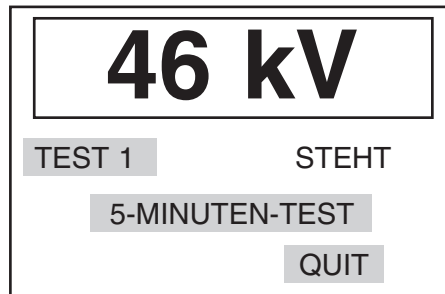
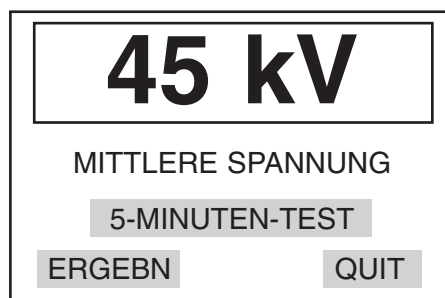
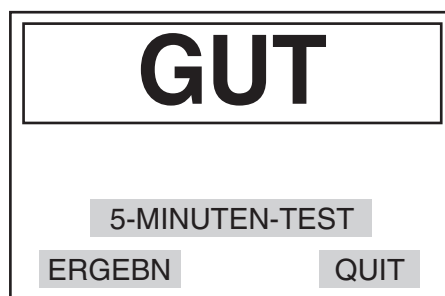

Abbildung 8 Bildschirm: Zwischenstehzeit
Abbildung 9 Bildschirm: Mittlere Durchschlagsspannung
Abbildung 10 Bildschirm: 'PASS'-Bildschirm
4. Nach Beendigung des Rührvorgangs tritt das Prüfgerät in die Zwischenstehzeitphase ein, bei der die Ölprobe 30 Sekunden lang in Ruhe stehen gelassen wird. Auf dem Display erscheint wiederum die noch verbleibende Stehzeit im Wechsel mit den Worten 'STEHT'; die Durchschlagsspannung erscheint auch weiterhin auf dem Display. Der Bildschirm ist der Darstellung in Abbildung 8 ähnlich.
5. Nach Beendigung von Schritt (4) beginnt die Prüfspannung wieder wie im oben beschriebenen Schritt (2) anzusteigen, diesmal für 'TEST 2', und der Prüfzyklus wiederholt sich.
6. Die Schritte (3), (4) und (5) werden wiederholt, so daß die Prüfspannung ein drittes Mal wieder angelegt wird. Nach Abschalten der Prüfspannung beim dritten Test erscheint auf dem Display die aus den drei Tests in der Prüfreihe ermittelte durchschnittliche Durchschlagsspannung. Der Bildschirm ist der Darstellung in Abbildung 9 bzw. Abbildung 10, wenn die Option 'PASS/FAIL' ('OK/NICHT OK') gewählt wurde, ähnlich.
4. Nach Beendigung des Rührvorgangs tritt das Prüfgerät in die Zwischenstehzeitphase ein, bei der die Ölprobe 1 Minute lang in Ruhe stehen gelassen wird. Auf dem Display erscheint wiederum die noch verbleibende Stehzeit im Wechsel mit den Worten 'STEHT'; die Durchschlagspannung erscheint auch weiterhin auf dem Display. Der Bildschirm ist der Darstellung in Abbildung 8 ähnlich.
5. Dann beginnt die Prüfspannung wieder wie im oben beschriebenen Schritt (2) anzusteigen, diesmal für 'TEST 2', und der Prüfzyklus wiederholt sich.
6. Bei diesen technischen Spezifikationen müssen 6 aufeinanderfolgende Tests durchlaufen werden. Nach Abschalten der Prüfspannung beim letzten Test erscheint auf dem Display die aus den 6 Tests in der Prüfreihe ermittelte durchschnittliche Durchschlagspannung. Der Bildschirm ist der Darstellung in Abbildung 9 bzw. Abbildung 10, wenn die Option 'PASS/FAIL' ('OK/NICHT OK') gewählt wurde, ähnlich. Die Prüfung nach BS 148 umfaßt auch den empfohlenen 'PASS'-Grenzwert und zeigt an, ob die Ölprobe den Test mit OK oder NICHT OK bestanden hat. Gleichzeitig wird auch die mittlere Durchschlagspannung angezeigt.
3. Bei Auftreten eines Durchschlags (oder Erreichen der Höchstspannung) wird die Prüfspannung abgeschaltet; die 'kV' Warnanzeige erlischt, und das Prüfgerät tritt in die Zwischenstezeitphase ein, bei der die Ölprobe 1 Minute lang in Ruhe stehen gelassen wird. Eine Rührzeit gibt es nicht. Der Bildschirm ist der Darstellung in Abbildung 8 ähnlich.
4. Nach Beendigung der Zwischenstezeit beginnt die Prüfspannung wieder wie im oben beschriebenen Schritt (2) anzusteigen, diesmal für 'TEST 2', und der Prüfzyklus wiederholt sich.
5. Bei dieser technischen Spezifikation müssen 5 aufeinanderfolgende Tests durchlaufen werden. Nach Abschalen der Prüfspannung beim letzten Test erscheint auf dem Display die aus den 5 Tests in der Prüfreihe ermittelte durchschnittliche Durchschlagsspannung. Der Bildschirm ist der Darstellung in Abbildung 9 bzw. Abbildung 10, wenn die Option 'PASS/FAIL' ('OK/NICHT OK') gewählt wurde, ähnlich.
3. Bei Auftreten eines Durchschlags (oder Erreichen der Höchstspannung) wird die Prüfspannung abgeschaltet; die 'kV' Warnanzeige erlischt, und das Prüfgerät tritt in die Zwischenstehzeitphase ein, bei der die Ölprobe 1 Minute lang in Ruhe stehen gelassen wird. Der Bildschirm ist der Darstellung in Abbildung 8 ähnlich.
4. Dann beginnt die Prüfspannung wieder wie im oben beschriebenen Schritt (2) anzusteigen, diesmal für 'TEST 2', und der Prüfzyklus wiederholt sich.
5. Bei dieser technischen Spezifikation müssen 5 aufeinanderfolgende Tests durchlaufen werden. Nach Abschalten der Prüfspannung beim letzten Test erscheint auf dem Display die aus den 5 Tests in der Prüfreihe ermittelte durchschnittliche Durchschlagsspannung. Der Bildschirm ist der Darstellung in Abbildung 9 bzw. Abbildung 10, wenn die Option 'PASS/FAIL' ('OK/NICHT OK') gewählt wurde, ähnlich.